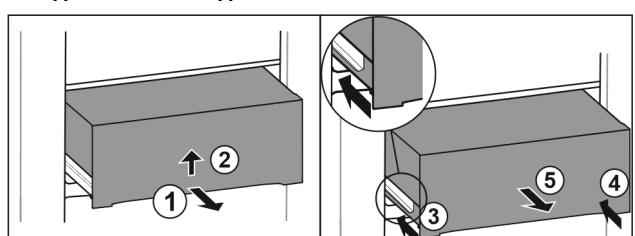

Fig. 56
- Изтеглете чекмеджето наполовина. Fig. 56 (1)
- Повдигнете чекмеджето от долната страна. Fig. 56 (2)
- Вкарайте лявата релса. Fig. 56 (3)
- Вкарайте дясната релса. Fig. 56 (4)
- Извадете чекмеджето напред. Fig. 56 (5)